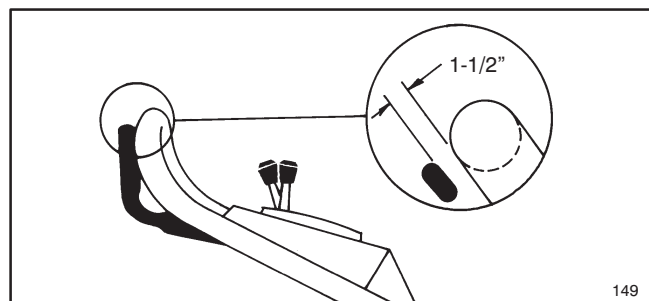

Figure 21
4. Lever la barre de commande jusqu'à ce qu'on sente une résistance. Si le réglage est correct, la barre de commande doit être alors à environ 4 cm (1-1/2") du mancheron (Fig. 21).